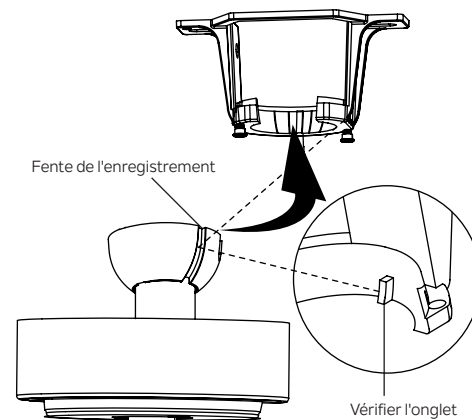

Fig. 10
Étape 6. Soulevez maintenant l'assemblage du moteur et placez la boule de suspension dans le support de montage. Tournez jusqu'à ce que la languette de contrôle soit tombée dans la fente d'enregistrement et soit fermement en place. (Fig.10) L'ensemble du corps du moteur ne doit pas tourner si cela est fait correctement.